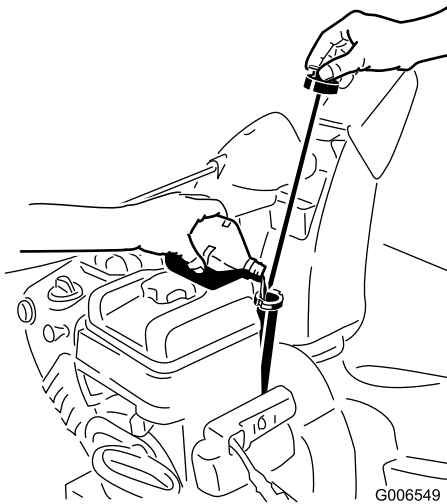

Рисунок 35
2. Выньте щуп и проверьте уровень масла (Рисунок 35). Если уровень масла находится ниже отметки Add (Добавить), то добавьте масла в двигатель. См. Раздел «Заправка двигателя маслом».